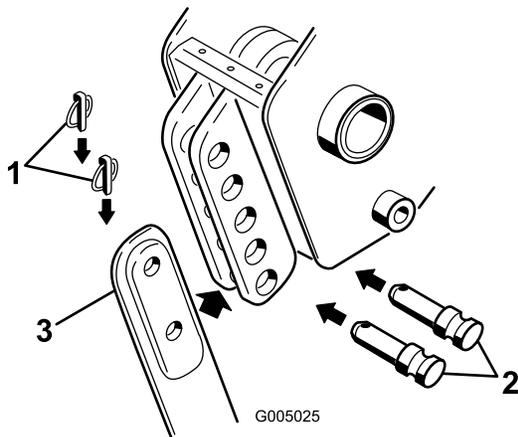

Bild 4
3. Nehmen Sie die zwei Sperrstifte von den Lastösenbolzen in der Messerhalterung ab. Nehmen Sie dann die Lastösenbolzen (Bild 4) und das Messer (falls montiert) ab.
Sperrstiften (bei jedem Befestigungsloch wird die Tiefe um 7,6 cm geändert) (Bild 4).
2. Nehmen Sie den unteren Sperrstift und den Lastösenbolzen ab, mit denen das Messer am Pflug befestigt ist (zum kompletten Ausbau des Messers müssen Sie den Sperrstift und die Lastösenbolzen oben und unten abnehmen) (Bild 4).